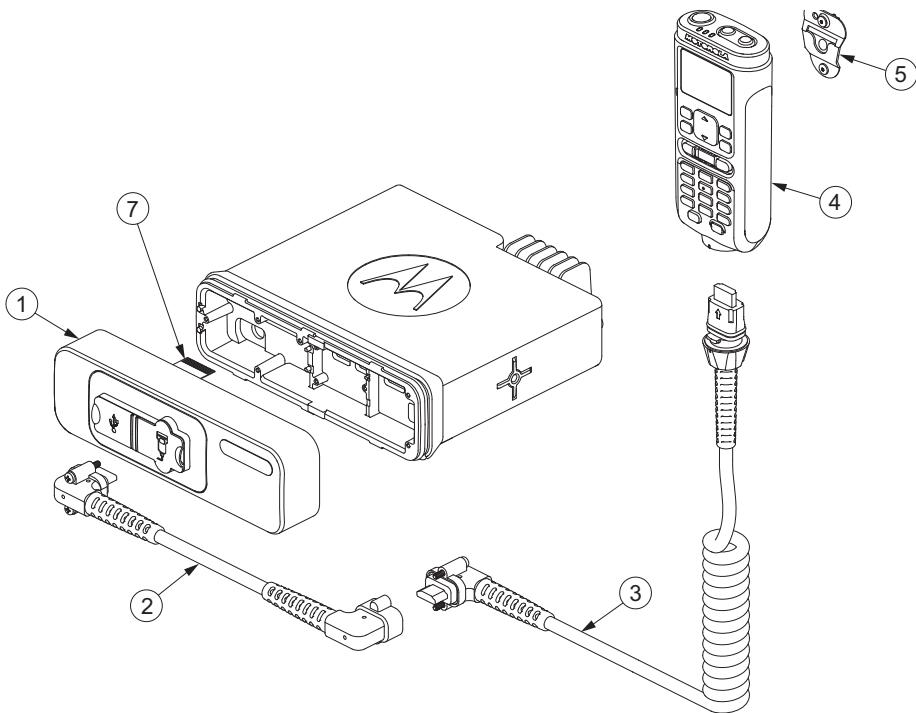

Рис. 3. Сборка ручного блока управления
1. Подключите кабель к адаптеру приемопередатчика и затяните два винта по часовой стрелке моментом 0,21–0,23 Н*м (1,9–2,1 фунта*дюйм) с помощью крестообразной отвертки Philips № 2. (См. рисунок 3).
2. Подключите другой конец кабеля к ручному блоку управления и поверните муфту кабеля по часовой стрелке. (См. рисунок 3).